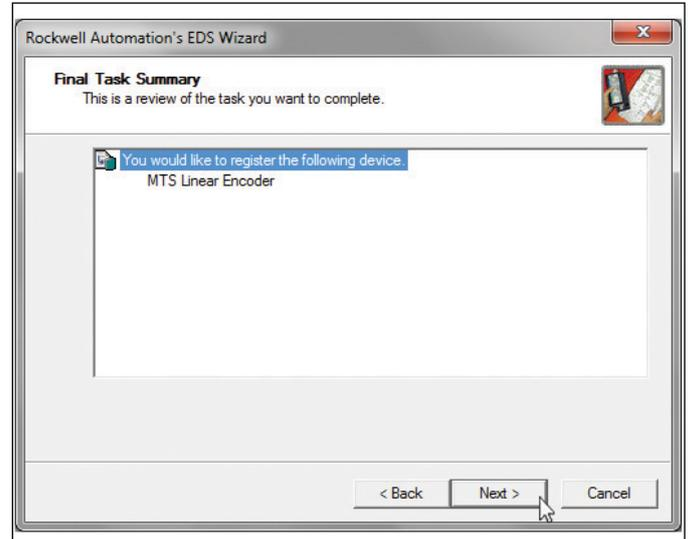

Abb. 92: Herkunft der EDS-Datei bestätigen
7. Das folgende Fenster öffnet sich. Klicken Sie die Schaltfläche „Next >“ (Abb. 92).